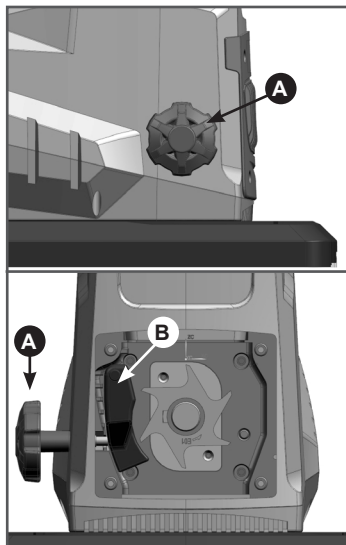

Рис. 8 Регулировка контроллиты
Для получения оптимального результата измельчения и предотвращения повреждения фрезы контроллиты В (Рис. 8) должна периодически регулироваться. Для этого включите измельчитель, поверните регулировочную ручку контроллиты А (Рис. 8) по часовой стрелке, пока не будет слышен легкий шум трения, и мелкие алюминиевые стружки в течение короткого времени будут сыпаться из разгрузочного желоба. Если этого не произошло, а ручка контроллиты находится в крайнем положении, необходимо осмотреть состояние фрезы и контроллиты и заменить при необходимости контроллитку.
1. Поверните регулировочную ручку контрплиты А (Рис. 8) против часовой стрелки до упора.